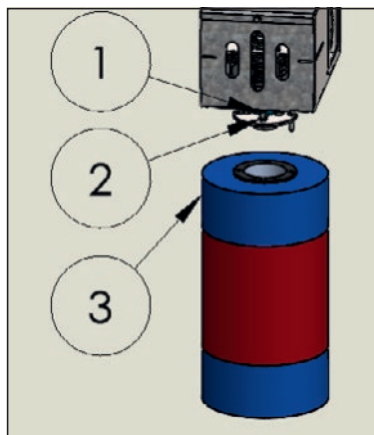

Рисунок 4. Установка щетки с модулем привода
2. Закрепите щетку на модуле привода четырьмя винтами (рис. 4, поз. 1) с шайбами (рис. 4, поз. 2).